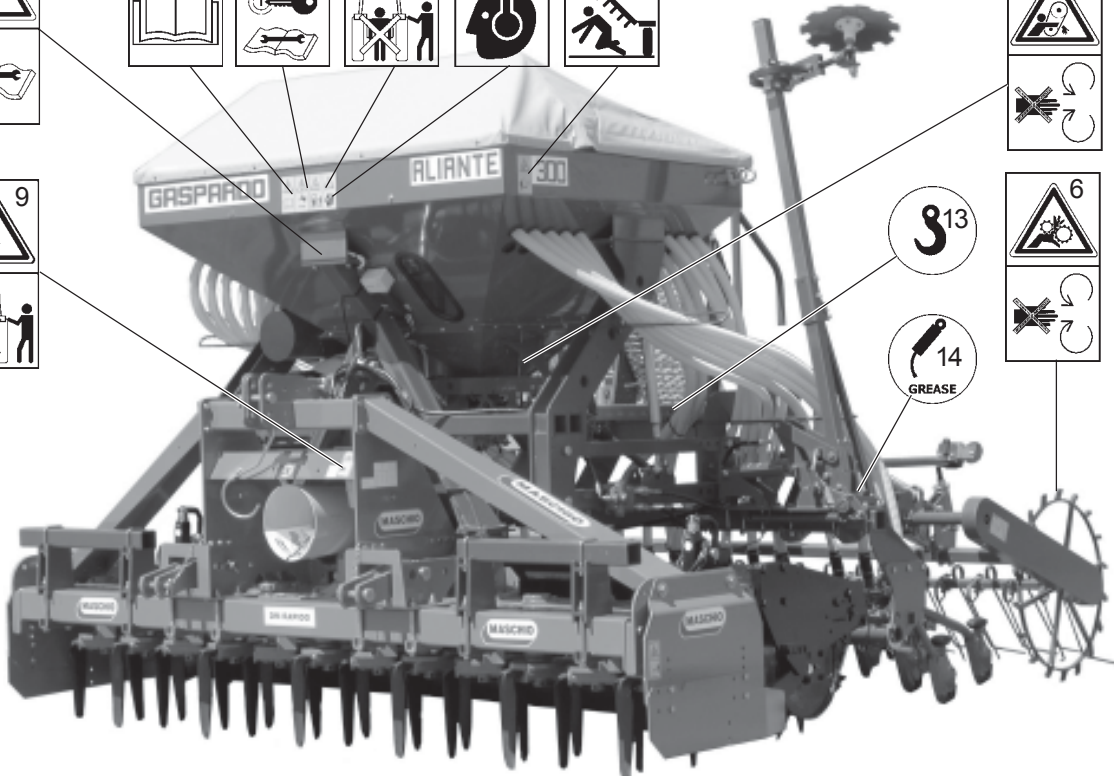

fig. 3
Tendre le câble pour niveler la machine. Les points d'attelage sont identifiés par la présence du symbole graphique «crochet» (9 Figure 3).
La pièce (B) (Fig. 3) ne représente qu'un guide pour les câbles de levage.
Les signaux décrits dans sont indiqués sur la machine (Fig.3). Nettoyer et remplacer ces signaux s'ils sont détachés ou illisibles. Lire avec attention la description et mémoriser son sens.